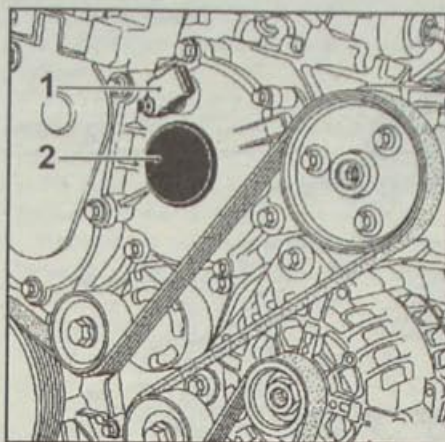
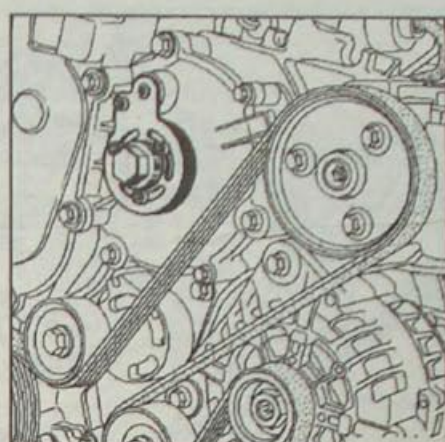

Рис. 4.54. Расположение датчика положения (1) и колпачка (2) ступицы насоса
Рис. 4.55. Установка на двигатель приспособления Mot. 1548 с центрирующей втулкой
- Снимите датчик положения (1, рис. 4.54), при этом стараясь не уронить уплотнительное кольцо в блок шестерен.
- Снимите колпачок ступицы насоса (2).
- Установите приспособление Mot. 1548 с центрирующей втулкой, затем после установки приспособления по месту, извлеките центрирующую втулку (рис. 4.55).
- Поворачивая втулку приспособления Mot. 1548 снимите насос (рис. 4.55).